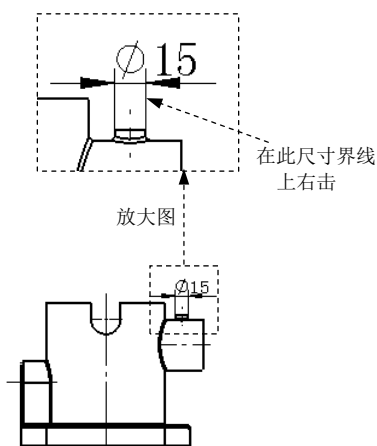
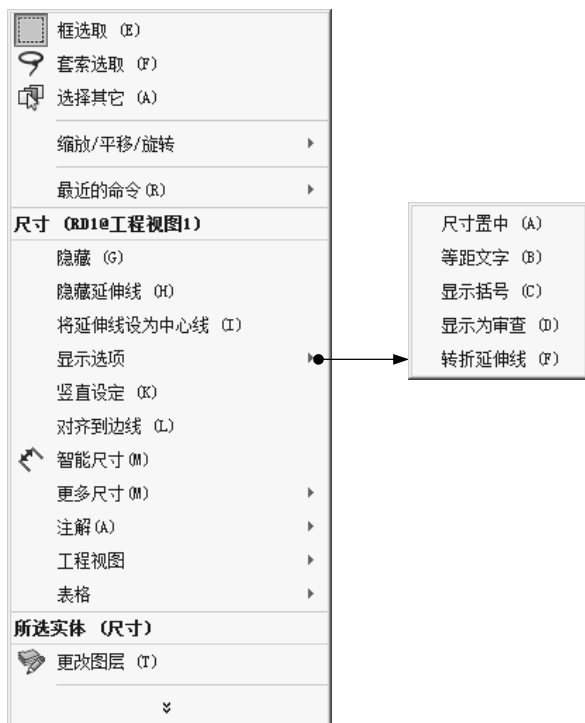

图 9.7.5 定义编辑对象
图 9.7.6 快捷菜单
Step2. 选择命令。在图 9.7.5 所示的尺寸界线上右击，系统弹出图 9.7.6 所示的快捷菜单。在此快捷菜单中选择 **显示选项** **转折延伸线(F)** 命令。